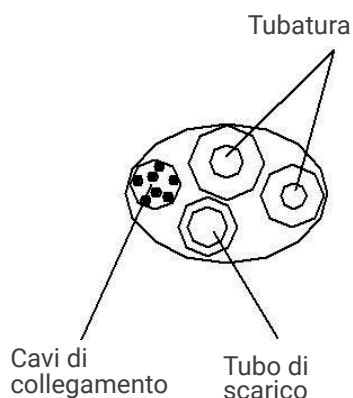

Fig.6
- a. Collegamento tubo posteriore destro (simile al tubo obliquo destro) (opzionale, vedere Fig. 6)